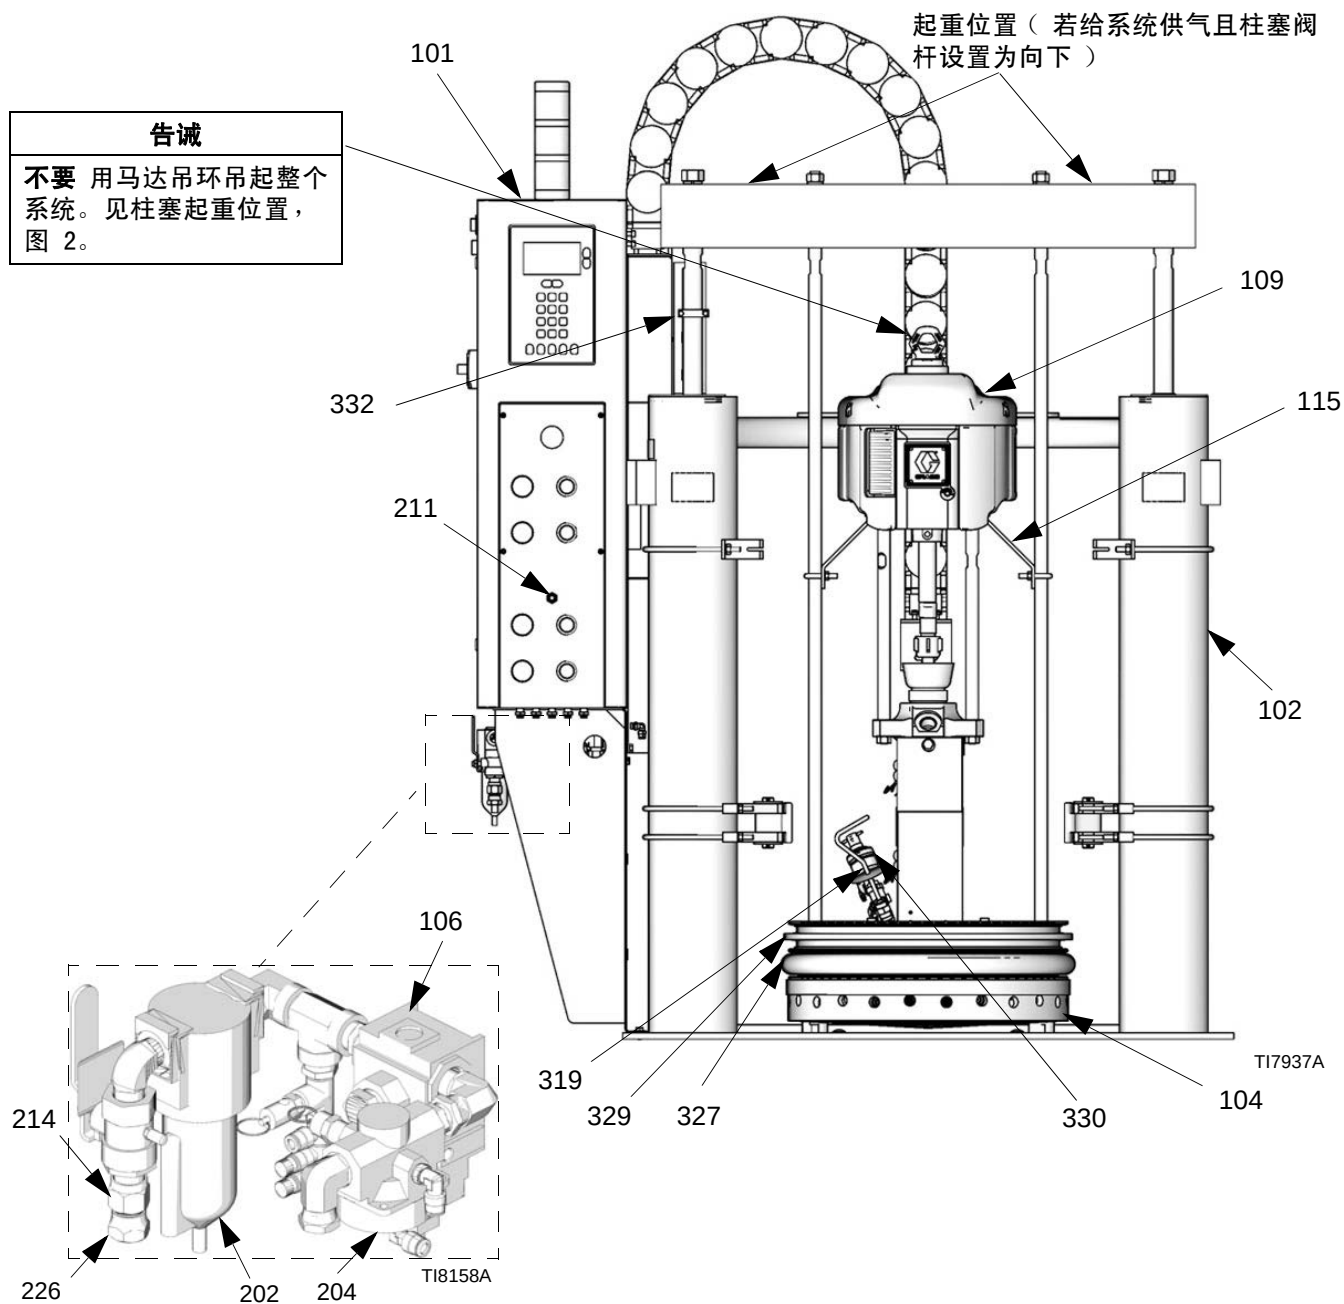

图 2：典型安装
所讨论和图示的典型安装仅作为选择和安装系统部件及附件的指导。见 图 2。若需要设计一套适合您的特殊要求的系统，请向 Graco 公司的经销商联系帮助。
不要 用马达吊环吊起整个系统。见起重位置，图 2。
6. 用吊索缠住横梁。正确的起重点，见图 2。